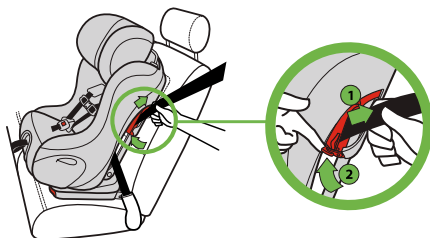

Figura 56
- Si utiliza un cinturón de regazo y hombro: Mientras mantiene apretado el cinturón del vehículo, cierre el broche del cinturón para la posición viendo hacia adelante, como se muestra en la **figura 56**.